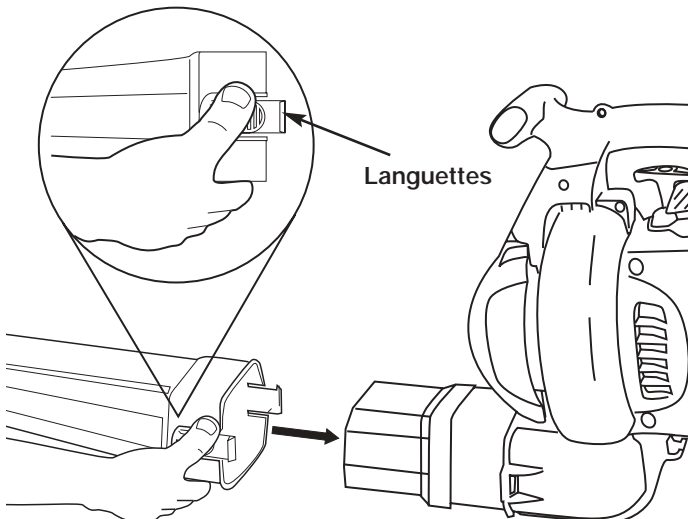

Fig. 1
- Enfoncez le tube de soufflage sur la sortie de l'aspirateur jusqu'à ce que les deux languettes émettent un déclic (Fig. 1).
- Retirez le tube de soufflage en appuyant sur les deux languettes en même temps et en tirant la souffleur (Fig. 1).